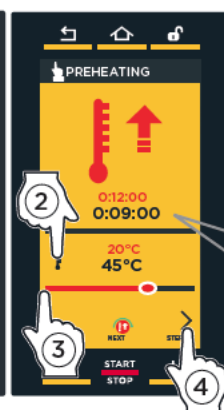

fig. S4
- ② **fig. S4:** ta på ikonet "TEMPERATUR" eller "DELTA T";
- ③ **fig. S4:** bruk "TASTENE + og -" eller dra markøren for å stille inn den ønskede verdien: hvis det er ønskelig, når den innstilte temperaturen er nådd, at oppvarmingen ikke avbrytes, er det mulig å stille inn et tidspunkt ved å dra feltmarkøren "KLOKKE".
- ④ **fig. S4:** ta på symbolet **>** for å gå tilbake til skjermbildet for innstilling av parameterne.